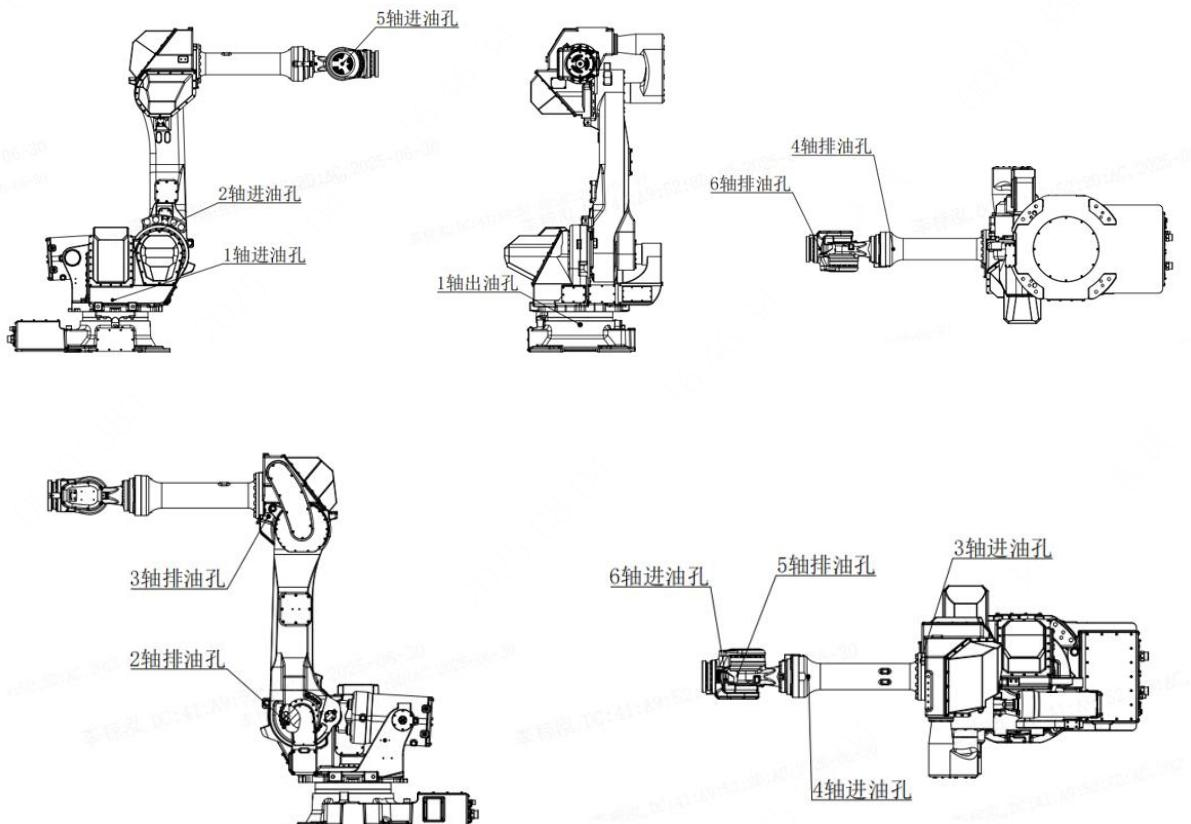

图 4-1 机器人注油口和排气口分布图
- 3) 拆下润滑脂供、排油口的内六角螺塞 M10×1，见图 4-1。